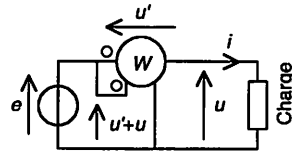

Figure 6.5 Mesure de la puissance active,  $e = E_{\text{Max}} \cos(\omega t)$
- La puissance active se mesure à l'aide d'un *wattmètre* (Fig. 6.5) qui indique la valeur moyenne de la puissance instantanée  $p = ui$ .